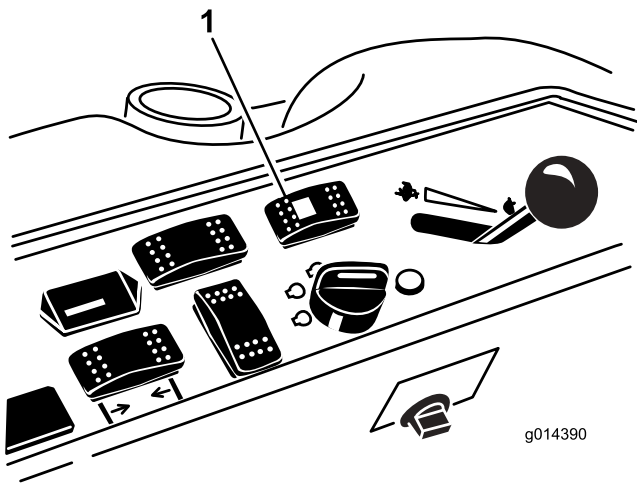

Figure 52
1. Poussez le sélecteur de direction à la position arrière (quatre roues motrices) (Figure 52).